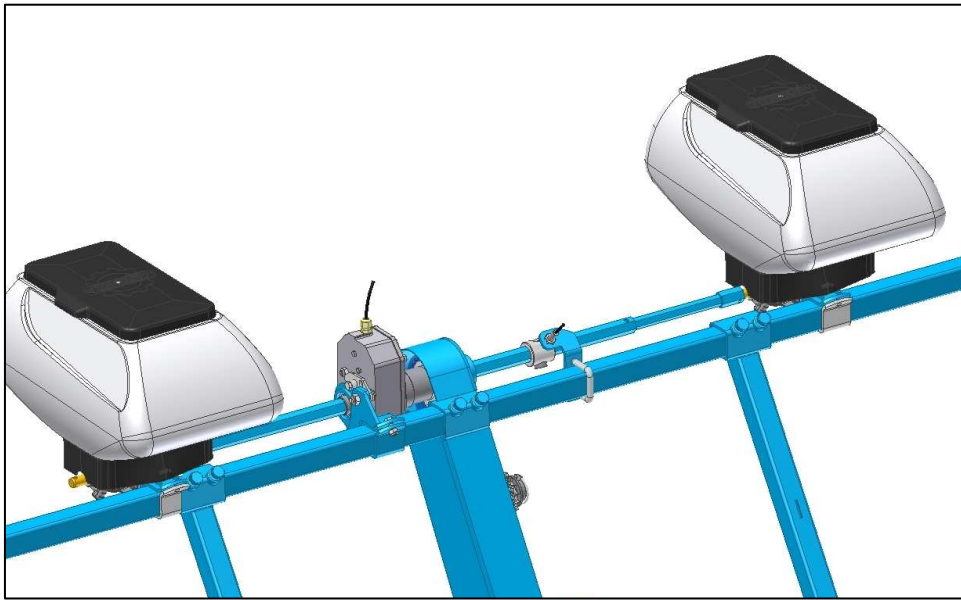

Fig. 1
- Die Unterlage (A, Abb. 1) mit Hilfe des Bügels (B, Abb. 1) möglichst in der Mitte der Sämaschine auf der Stange befestigen.
Effectuer le montage de chaque tête débrayable suivant la fig.1.